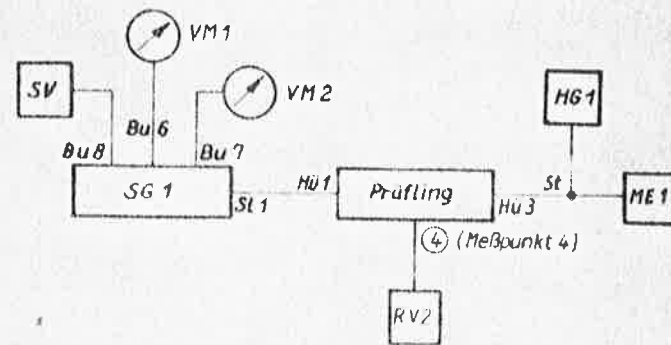

Bild 5
- Prüfling mit der Anschlußvorrichtung SG und dem HF-Generator HG 1 und dem Meßempfänger ME 1 gemäß Bild 5 verbinden.